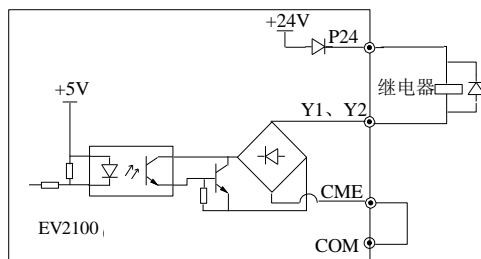

图3-27 多功能输出端子接线方式1
①多功能输出端子Y1、Y2可使用变频器内部的24V电源，接线方式请参见图3-27。